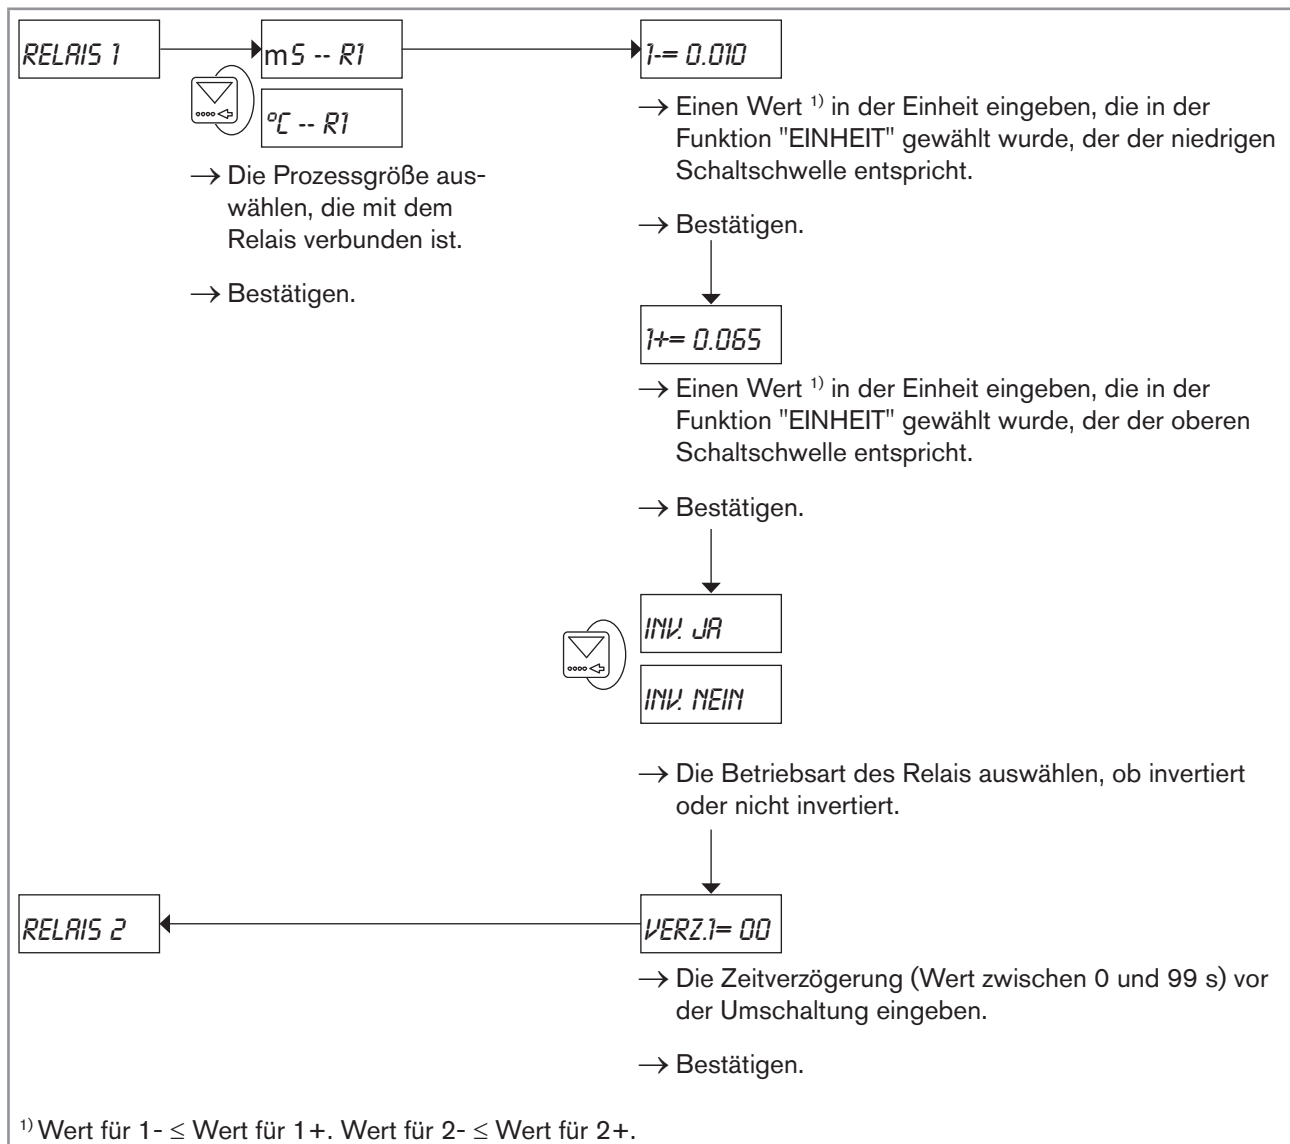

Bild 37: Diagramm der Einstellung des Relais 1 (bzw. Relais 2) für die Umschaltung einer Last in Abhängigkeit von zwei Schaltschwellen
- dient zur Umschaltung eines Magnetventils oder einer Pumpe (in Abhängigkeit von den Schaltschwellen). In diesem Fall ist die Konfiguration ähnlich zu der des Relais 1: siehe Bild 37 oben.